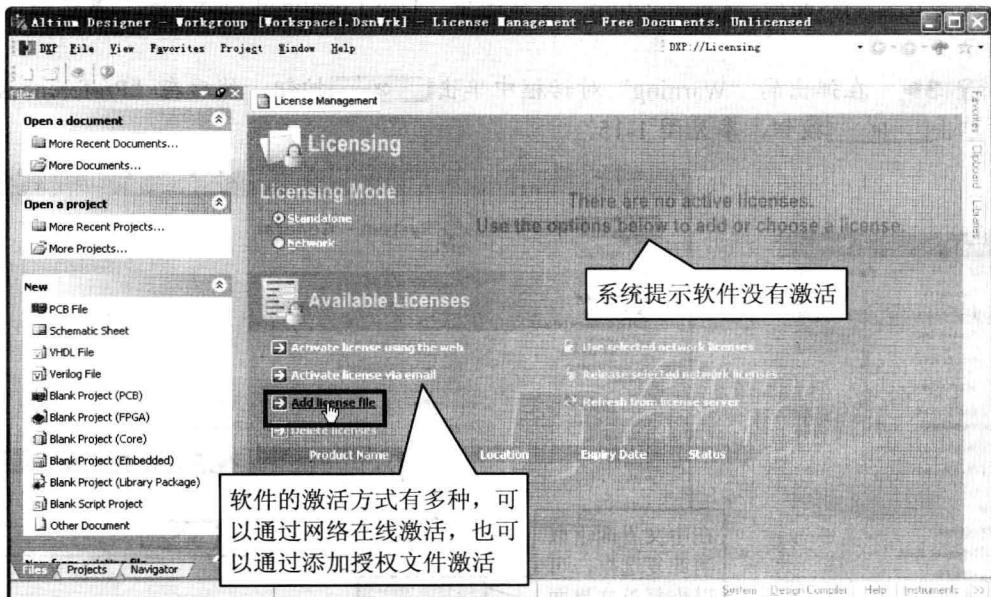

图 1-11 Protel DXP 2004 的许可管理界面
首次启动 Protel DXP 2004 SP4，系统会弹出图 1-11 所示的许可管理界面，要求用户激活软件（否则软件将无法正常使用）。下面，我们来激活 Protel DXP 2004。
**步骤 1► 在图 1-11 所示界面中，单击 按钮。**